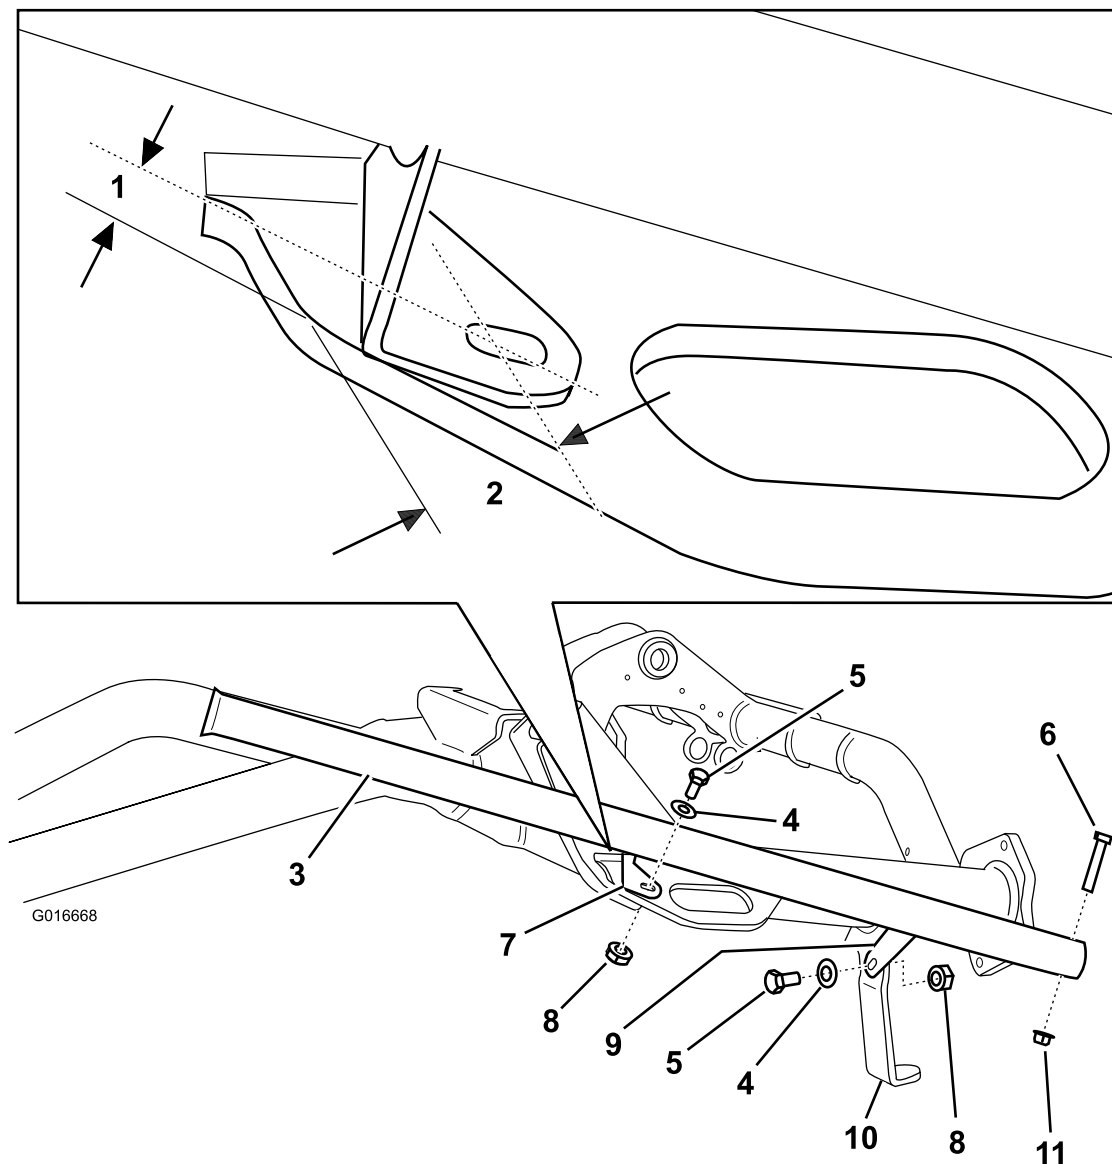

Bild 1
2. Setzen Sie die hintere Halterung des Taubesenhalters ein, siehe Ausschnitt von Bild 1, und stellen Sie sicher, dass die vordere Halterung des Taubesenhalters an der Halterung an der Maschine anliegt (Bild 1).
3. Verwenden Sie den Schlitz in der hinteren Halterung als Schablone (Bild 1) und markieren und bohren Sie ein 9 mm großes Loch durch die Rahmenstrebe.